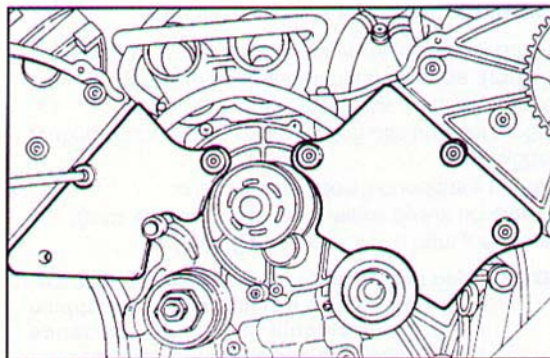

Fig. 278 ▲
- sistemare i lamierini riparo cavi e tubazioni ed avvitare le sei viti (Fig. 278);
- put the cable and tube guard plates in place and tighten the six screws (Fig. 278);